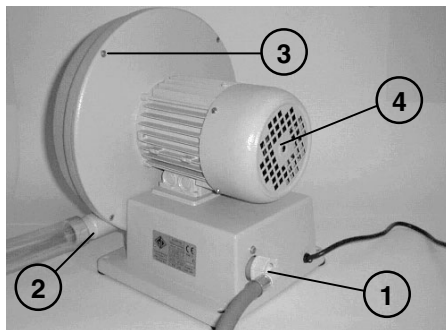
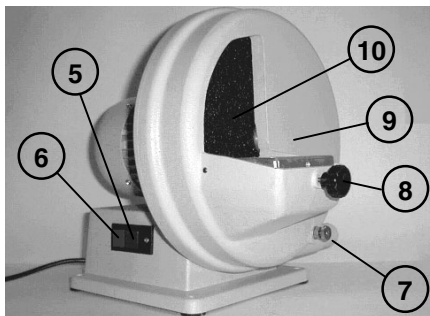

Fig. 1
Fig. 2
- a) il tubo di alimentazione dell'acqua sull'apposito bocchettone filettato (1 di Fig. 1) posto sul retro dell'apparecchiatura - solo modello TRIM-1;
- b) il tubo di scarico dell'acqua residua sull'apposito imbocco (2 di fig. 1) - solo modello TRIM-1, deponendo l'altro lato all'ingresso di una vasca di decantazione; oppure,
- c) il sistema di aspirazione previsto (si consiglia l'uso dell'aspiratore AIR-BOX DE GIORGI) sull'apposito imbocco (2 di fig. 1) - solo modello TRIM ECO DISK;
Il funzionamento dell'apparecchio avviene premendo il pulsante "I" di cui è dotato (5 di Fig. 2).
Si ricorda che, dopo ogni utilizzo, l'apparecchio va posto in stato OFF, premendo il pulsante "O" (6 di Fig. 2).
L'apparecchio è destinato all'utilizzo in laboratori odontotecnici. Il piattello (9 di Fig. 2) serve come appoggio per il pezzo da lavorare, è inclinabile in tre posizioni ($90^\circ \pm 10^\circ$) grazie alla presenza di tre fori su cui stringere l'apposita manopola (8 di Fig. 2).
- durante l'uso dell'apparecchio TRIM ECO DISK è obbligatorio disporre di dispositivi di aspirazione dei residui polverosi, collegandolo al bocchettone di scarico (2 di Fig. 1). Si consiglia l'uso dell'aspiratore AIR-BOX DE GIORGI.
- a) Pulsante di avviamento (5 di Fig. 2)
- b) Pulsante di arresto (6 di Fig. 2)
All'avviamento viene attivato il flusso d'acqua, proveniente dal bocchettone di ingresso (1 di Fig. 1), che può essere regolato tramite il rubinetto frontale (7 di Fig. 2) (Solo modello TRIM-1).
- d) estrarre il disco usurato (10 di Fig. 2) (il disco abrasivo può anche essere utilizzato sul retro), inserire quello nuovo e stringere il bullone frontale mantenendo sempre bloccato l'albero motore; infine rimontare la cuffia di protezione.